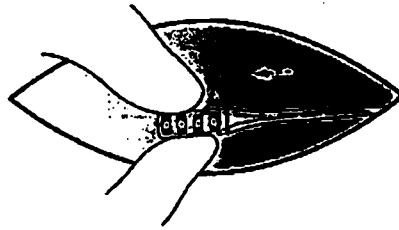

Figura 19. Retire la extensión percutánea y la funda del conector.
8. Retire la extensión percutánea y la funda del conector a través de la incisión y deséchelos (Figura 19).